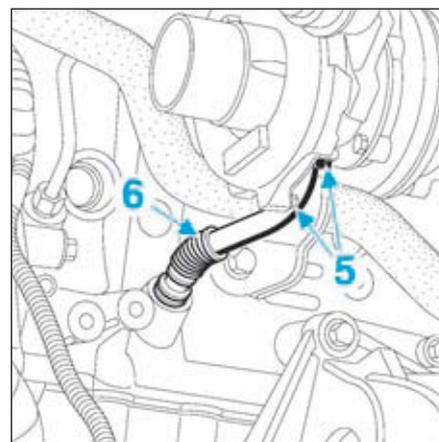

FIG.166
- Débrancher le connecteur (3) de la sonde lambda avant.
- Déposer la sonde lambda avant (4).
- Déposer les vis de fixation (5), puis écarter le tuyau de retour d'alimentation en huile (6) du turbocompresseur (Fig.166).